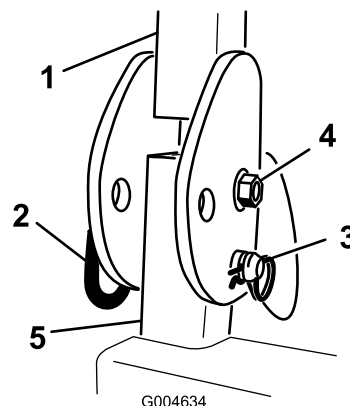

図 5
1. 機体の左右でヘアピン・コッターを抜き、ピンを外す（図 5）。
2. ROPS をまっすぐに立ててピンで固定し、ヘアピン・コッターでロックする（図 5）。